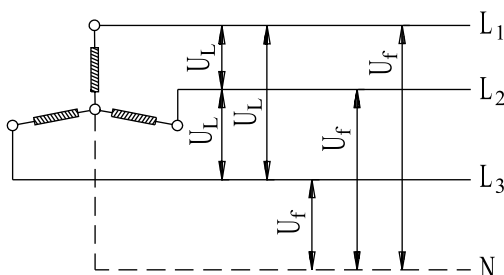

Figura 2.1 - Sistema trifásico
O sistema trifásico estrela de baixa tensão, consiste de três condutores de fase (L1, L2, L3) e o condutor neutro (N), sendo este, conectado ao ponto estrela do gerador ou secundário dos transformadores (conforme mostra figura 2.1).